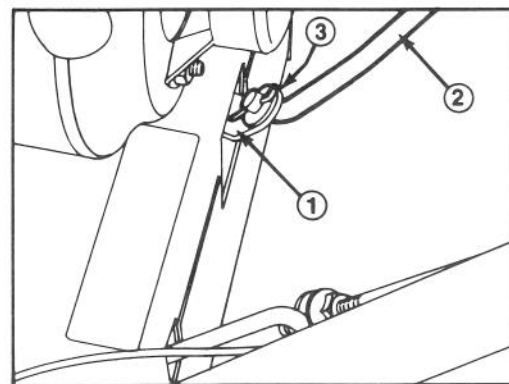

Figure 7
1. Tirez le bras du sélecteur de vitesse aussi loin que possible (Fig. 7) et mettez la manette de commande située sur la plaque de commande en position MARCHE ARRIERE (R) pour faciliter le montage.
2. Montez la tige de sélecteur de vitesse sur le bras de sélecteur, ajoutez une rondelle plate sur la tige de sélecteur et fixez à l'aide d'une goupille fendue (Fig. 7).